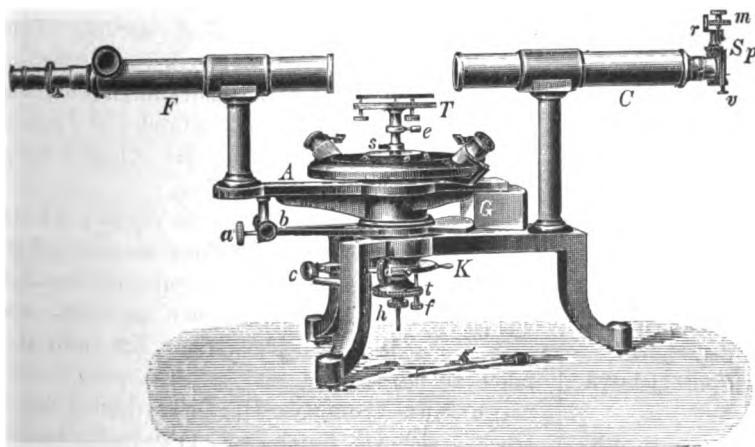

Fig. 1. Grosses Spektrometer I. ($\frac{1}{3}$ natürlicher Grösse.)
Kernstück des Dreifusses (Fig. 1) erhebt sich
c) Spektrometer II. Dieses Modell unterscheidet sich von No. I (Fig. 1) dadurch, dass es in allen Teilen kleiner gehalten ist. Der verdeckte